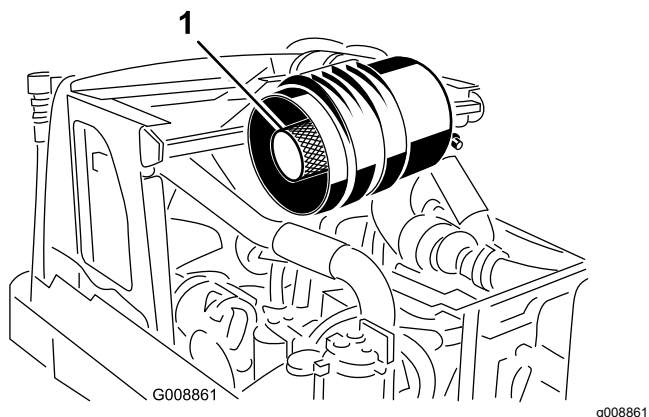

图 48
**重要事项** 切勿尝试清洁安全滤芯。每维护3次主滤芯后应更换一次安全滤芯 图 48。